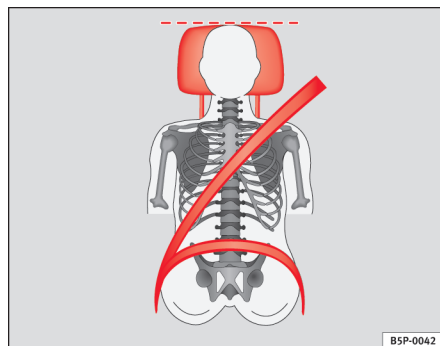
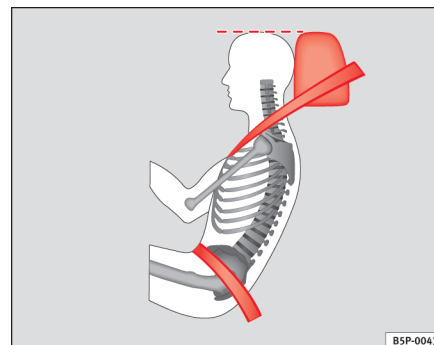

Fig. 91 Set forfra: korrekt indstillet hovedstøtte og korrekt placering af selen
Fig. 92 Set fra siden: korrekt indstillet hovedstøtte og korrekt placering af selen
- Indstil hovedstøtterne således, at hovedstøttens øverste kant er på højde med den øverste del af dit hoved eller mindst i øjenhøjde ⇒ fig. 91 og ⇒ fig. 92.